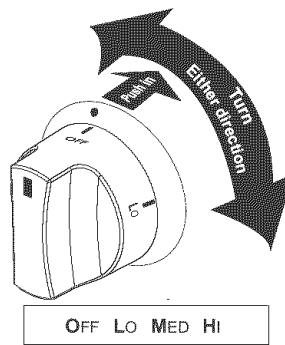

Figura 1
1. Para ajustar el control, oprima y gire la perilla. Las temperaturas son aproximadas y se han designado como 'HI' (Alta), 'MED' (Mediana) y 'LO' (Baja) (Figura 1). Sin embargo, el control puede ser ajustado en cualquier posición entre 'HI y 'LO' para diferentes niveles de calentamiento.